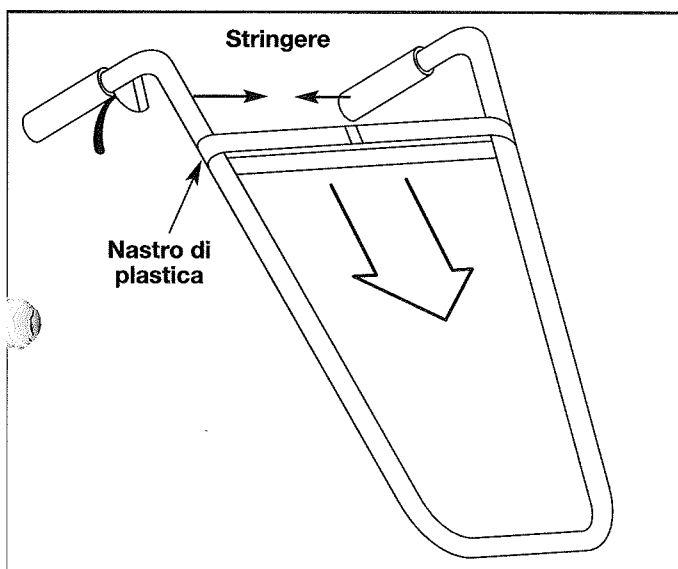

Fig. 1
2. Stringere il manubrio e sfilare il nastro verso il basso (fig. 1).